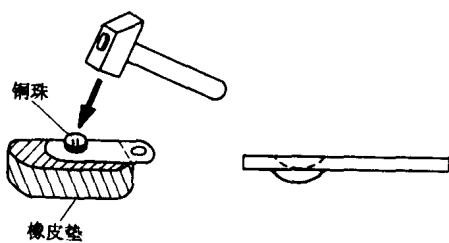

图 3-9
(9) 按图 3-9 所示在弹性薄铜片下面垫一块橡皮, 在铜片上画有“+”记号的地方放一粒钢珠, 用铁锤敲一下钢珠(见图 3-9 之左图), 使铜片上形成一个凹坑(见图 3-9 之右图)。